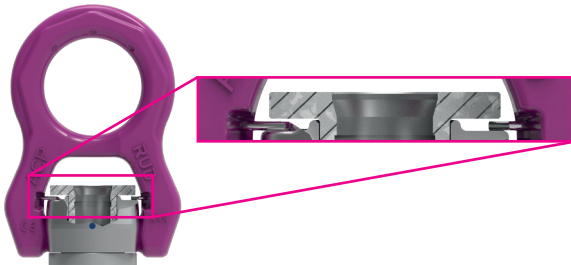

Fig. 11: Snitt-tegning av ACP løfteøye. Den øvre bøssingen har en skrå innføringsflate
1. Stikk skruen inn i den bøssingen som har skrå innføringsåpning (se fig. 11).